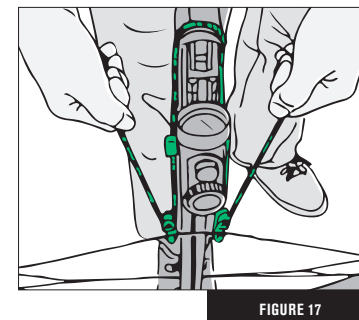

FIGURE 17
5. Tirez sur les deux poignées en T en même temps, en tirant sur la corde de l'arbalète vers l'arrière pour la placer sous le ressort de rétention et dans l'ouverture de corde du mécanisme de la détente. (la tension maintiendra les crochets d'armement contre le rail, si le processus a été effectué correctement) (Fig. 17).